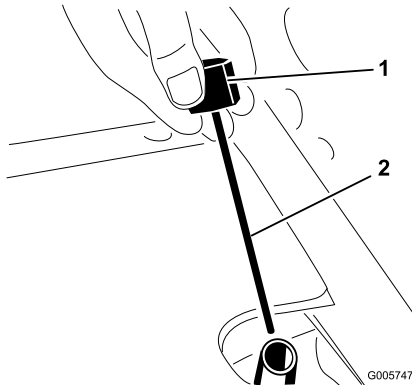

Bild 30
2. Schrauben Sie den Deckel des Peilstabs vom Einfüllstutzen (Bild 30) und wischen Sie ihn mit einem sauberen Lappen ab. Schrauben Sie den Deckel des Peilstabs mit der Hand auf dem Einfüllstutzen fest. Schrauben Sie den Peilstab
heraus und prüfen Sie den Ölstand. Wenn der Ölstand nicht 13 mm von der Kerbe am Peilstab (Bild 30) ist, füllen Sie eine ausreichende Menge von Qualitätshydrauliköl ein, um den Stand auf die Kerbenmarke anzuheben. Sie dürfen nur bis 13 mm oberhalb der Marke einfüllen.